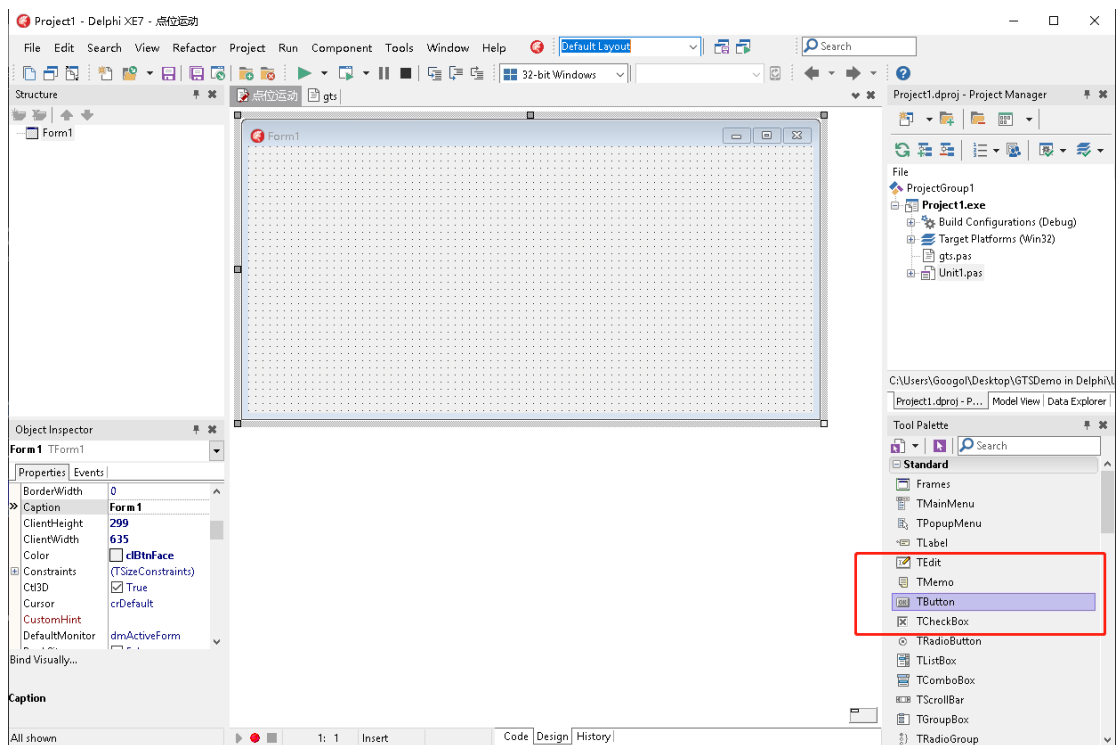

图 18
8、下一步开始编程，点击右侧的 Tool Palette，选中 TButton 控件，然后添加到点位运动窗体中，如图 18